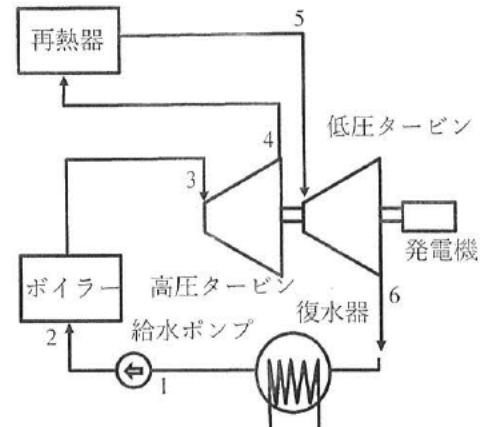

図3 再熱ランキンサイクル
図3のような、タービンを2段使用し途中で再加熱工程を導入した理想的な再熱ランキンサイクルについて考える。作動媒体は水とし、10 MPa、600 °Cで高圧タービンに蒸気が導入される。高圧タービンで0.8 MPaの過熱蒸気まで膨張させた後、定圧条件で500 °Cまで再熱させる。復水器温度は25 °C、ポンプ仕事は無視することとし、以下の問いに答えなさい。ただし、下記の3つの表の物性値を用い、必要に応じて線形補間による内挿を行うこと。また、数値で答える場合は有効数字3桁で答えなさい。
- 問1 この再熱ランキンサイクルの $T-s$ (温度-比エントロピー) 線図、および $p-v$ (圧力-比体積) 線図を描き、サイクルの動作方向および図3中の状態1~6に対応する点を表示しなさい。また、両線図には飽和液線、乾き飽和蒸気線の概略も併記しなさい。